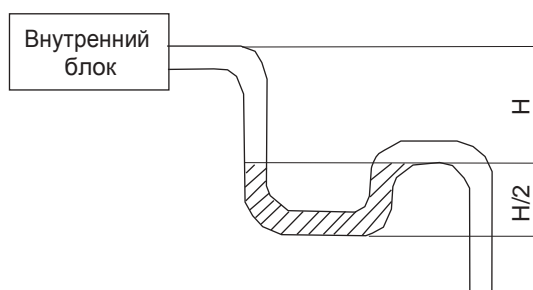

Рис. 13.3.
13.14. При высоком расходе воздуха через внутренний блок в блоке может возникнуть разрежение. Чтобы избежать обратного движения жидкости, на дренажной трубе каждого внутреннего блока должна быть предусмотрена водяная петля – гидрозатвор (рис. 13.3).